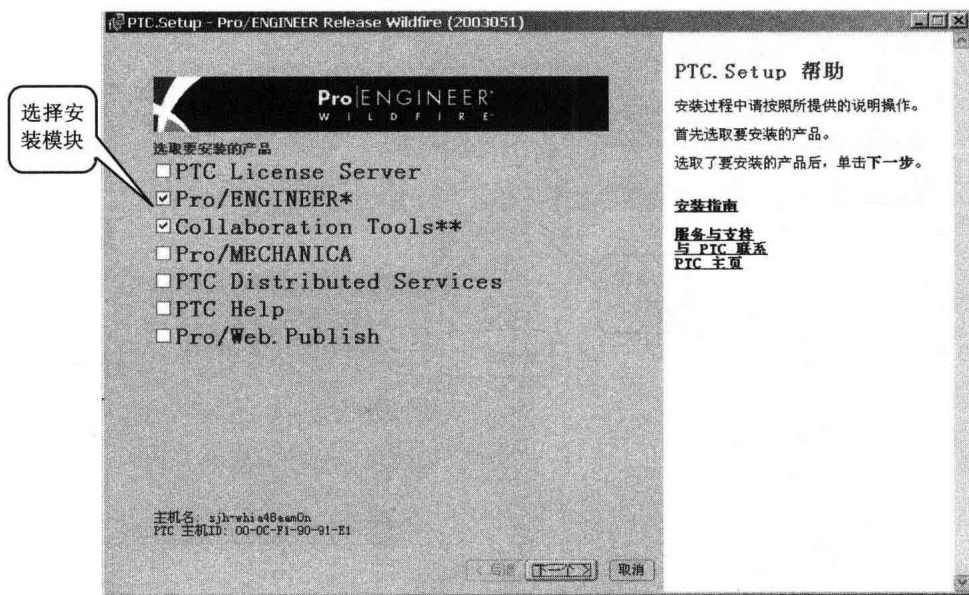

图 1-5 选择安装模块
■步骤 4：接下来程序运行到如图 1-5 所示界面，选择要安装的模块，根据需要可将“PTC Help”（PTC 帮助文件）选取。